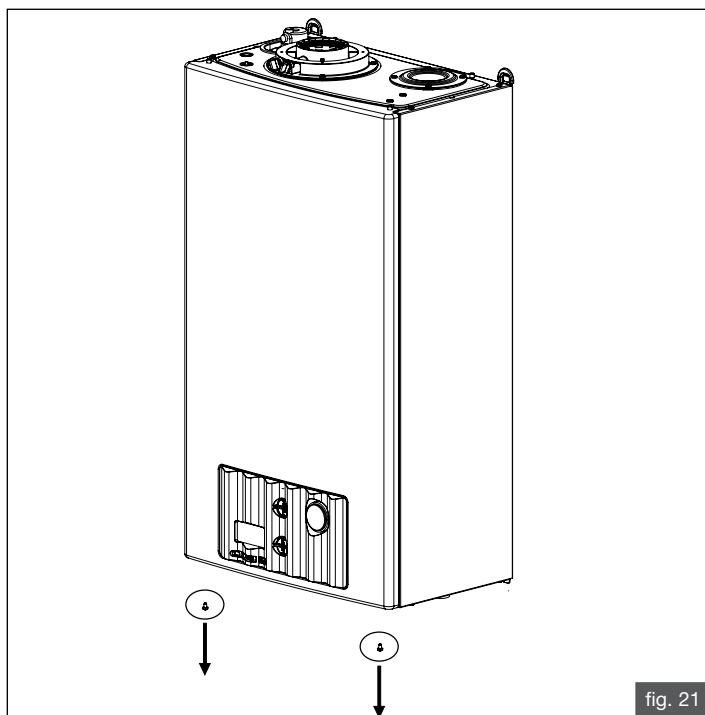

fig. 21
- rimuovere il pannello frontale della caldaia come descritto in fig. 21 e 22 e il pannello frontale della camera di combustione;